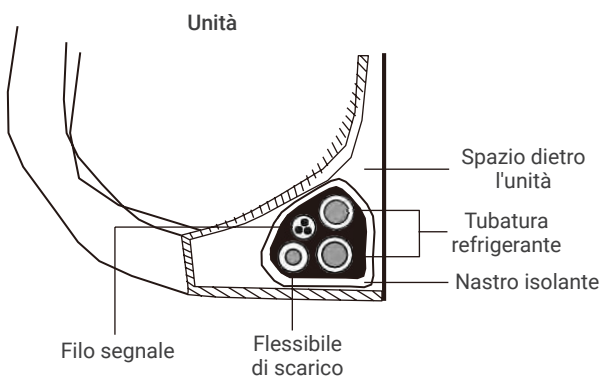

Fig 3.10
1. Lega il flessibile di scarico, i tubi refrigeranti e il cavo segnale in conformità alla **Fig. 3.10**.
3. Usando nastro isolante, avvolgi il filo segnale, i tubi refrigeranti e il flessibile di scarico insieme saldamente. Ricontrolla che tutti gli elementi siano legati conformemente alla Fig. 3.10.